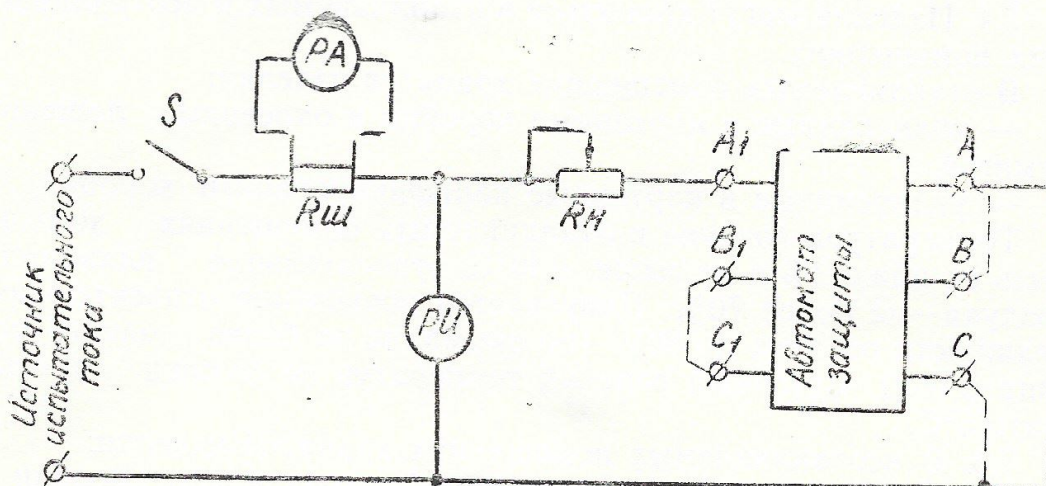

Рис. 7. Схема принципиальная испытаний автомата на однофазном переменном или постоянном токе:
2. Проверку автоматов по п. 6.5. на однофазном переменном токе напряжением 115 В частоты 360-1100 Гц или на постоянном токе напряжением 27-30 В проводите по схеме принципиальной испытаний автоматов, приведенной на рис. 7.
3. При проверке автоматов под номинальным током и током трогания на постоянном и однофазном переменном токе допускается фазы автомата соединять последовательно перемычками из проводов марки БПВЛ длиной 0,5 м и сечением, указанным в табл. 2, согласно схеме рис. 7 (указаны пунктирной линией).